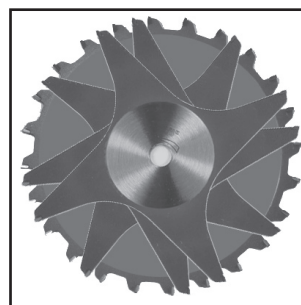

FIG. 68
1. Les couteaux (DELTA 35-7670 par l'exemple) sont très estampés et doivent être placés de façon à ce que les dents ne se frappent pas en cours de rotation. La partie estampée des couteaux devrait se trouver au niveau des dents des scies externes, (fig. 68).